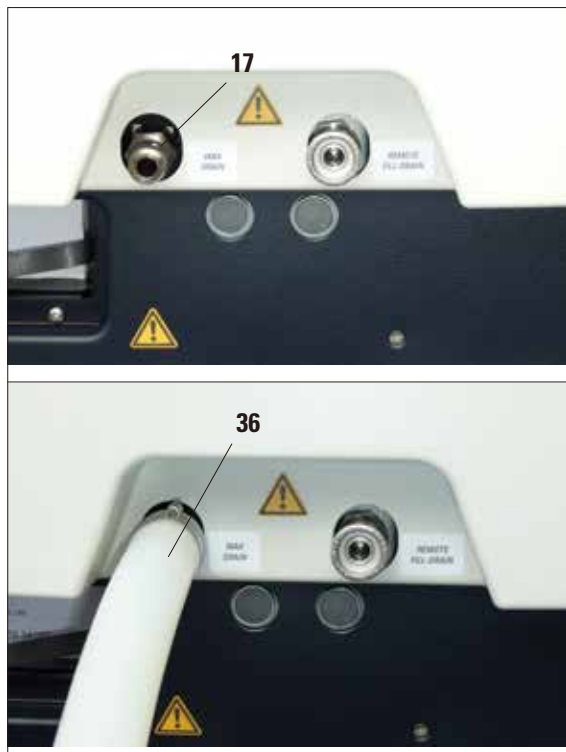

図 55
- パラフィン排出ホース (36) を装置前部のパラフィン排出用接続ピース (17) に接続し (図 55)、廃液タンクに挿入します。